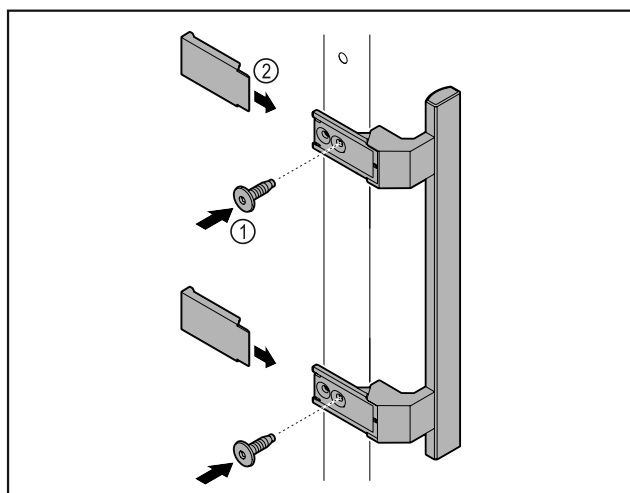

Fig. 5
- Griff aus dem Beipack mit den beiliegenden Schrauben Fig. 5 (1) an der Tür anbringen.
- Abdeckung Fig. 5 (2) aufsetzen.